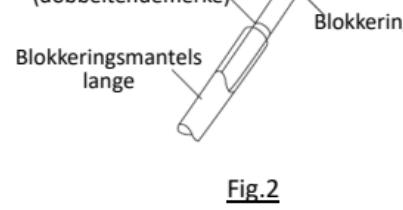

Fig.2
14. Når du skyver blokkingsspissen ut av endotrakealslangelommen, må du sørge for å gripe blokkeringshåndtaket nær blokkingmantelslangen (området mellom endemerket for innstilling og det første dybdemerket, som vist i Fig. 2). Ellers kan den knekke eller ødelegge blokkeringshåndtaket.